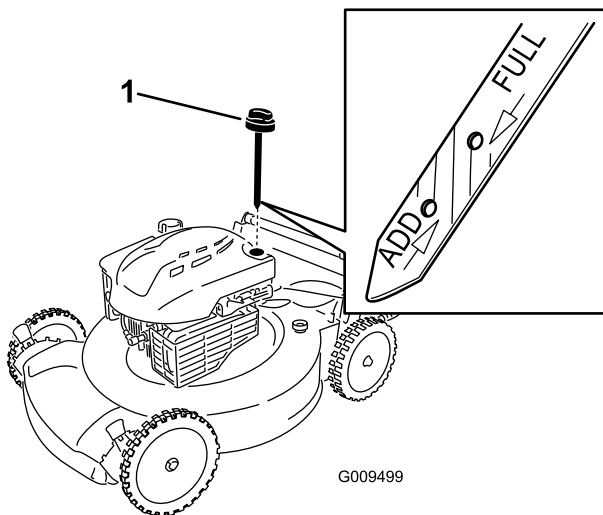

Bild 11
2. Ziehen Sie den Peilstab (Bild 11) heraus.
5. Nehmen Sie den Peilstab heraus und lesen Sie den Ölstand am Peilstab ab, siehe Bild 11.